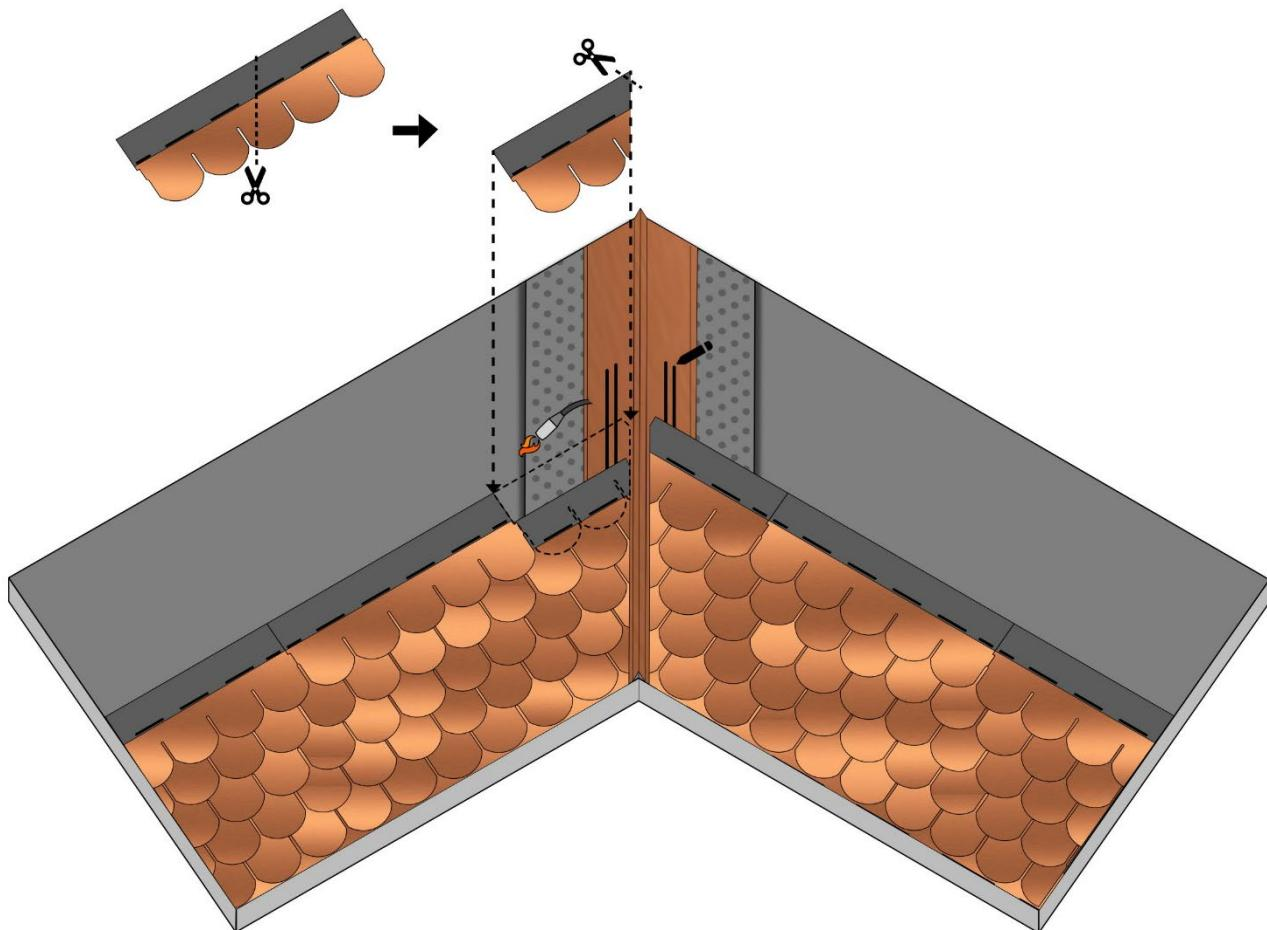

Fig. 20 - Installazione a fiamma delle tegole sul compluvio
- Posare quindi la fila di partenza e le tegole della prima falda, fino alla linea di compluvio, tagliandole a 3 cm e parallelamente alla linea di compluvio. Fissare le tegole e la fila di partenza alla membrana bituminosa (ove presente) attraverso la fiamma del cannetto e con del Bitustick, posato in due righe parallele, sopra al compluvio metallico, Fig. 20.
- Ripetere la stessa procedura anche per la seconda falda. Alla fine, dovrà risultare un canale tra le tegole, sul compluvio metallico, dove l'acqua scorrerà in via preferenziale, Fig. 20.
- È consigliabile inoltre tagliare trasversalmente lo spigolo superiore della tegola al compluvio, in modo da convogliare l'acqua discendente lungo l'asse del compluvio, Fig. 20.